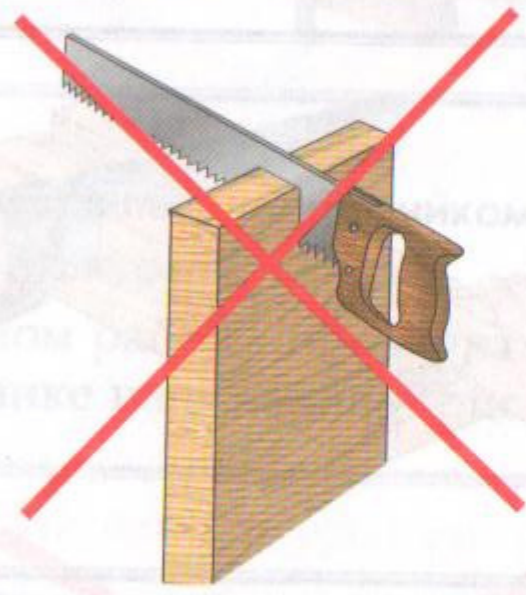

Рис. 93
2. Не оставлять пилу в пропиле, если работа временно прекращена (рис. 93).